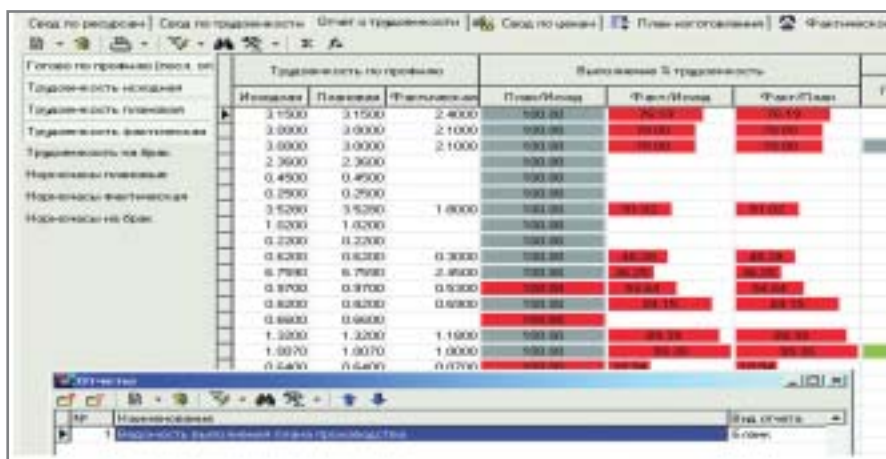

Рис. 18. Контроль плана производства по трудоемкости
- Контроль выполнения плана производства по заказу или заказам (рис. 18).